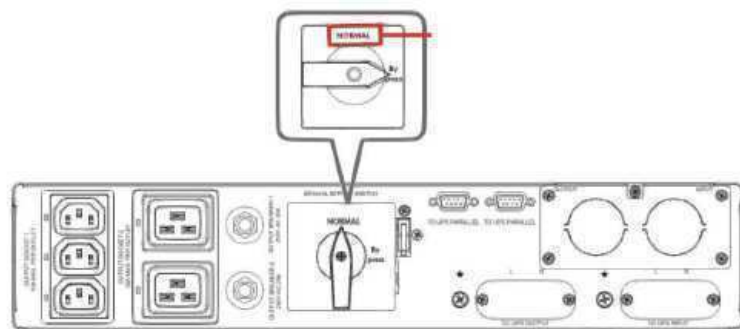

Рисунок 14
- 15 Переведите ручной переключатель байпаса в нормальное положение (см. **Рисунок 14**).